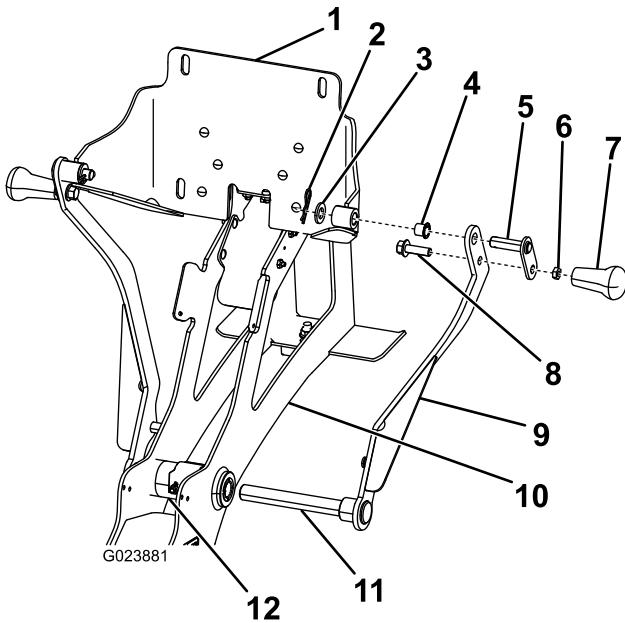

Figura 5
10. Inserite l'asse del braccio della base destro attraverso l'albero a cerniera (Figura 5).
15. Fissate la stegola al gruppo contropiastra utilizzando una rondella piana e una coppiglia, come illustrato in Figura 5.